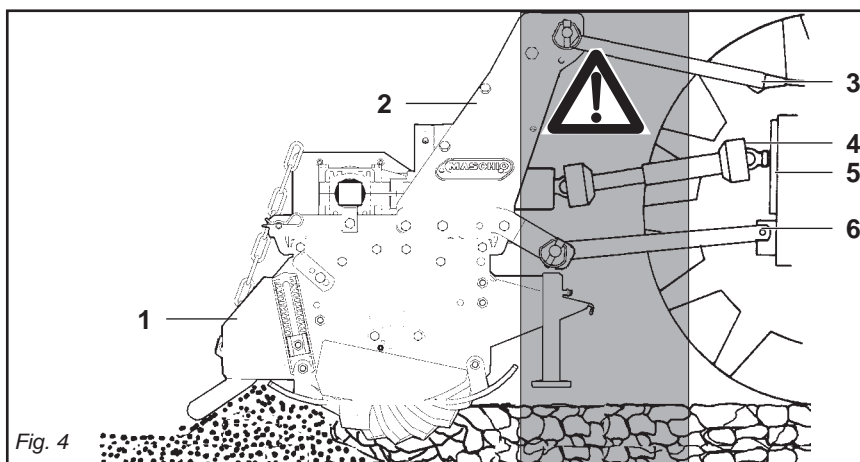

Fig. 4
- 25) *It is absolutely forbidden to stand between the tractor and the machine (Fig. 4) when the engine is running and the cardan shaft is engaged without having first engaged the hand brake.*
- 25) Il est absolument interdit de se mettre entre le tracteur et l'appareil (Fig. 4) quand le moteur est en marche et le cardan enclenché, sans avoir tiré le frein de stationnement.
- 25) Es ist absolut verboten, bei laufendem Motor und eingeschalteter Gelenkwelle zwischen den Schlepper und das Gerät zu treten (Abb.4). Dazu muß die Feststellbremse gezogen werden. Achten Sie bei der Arbeit mit der Maschine auf den nötigen Sicherheitsabstand aufgrund der Auswurfgefahr stumpfer Gegenstände.
- 25) Está terminantemente prohibido colocarse entre el tractor y el equipo (Fig.4) con motor encendido y cardán inserido, o sin haber accionado el freno de estacionamiento. Manténgase a una distancia de seguridad de la máquina durante el trabajo, porque puede proyectar objetos.
- 29) È assolutamente vietato interporre fra il trattore e l'attacco della macchina per manovrare il comando dall'esterno per il sollevamento (Fig. 4).
- 29) It is absolutely forbidden to stand between the tractor and the implement when manoeuvring the lift control from the outside (Fig. 4).
- 29) Il est absolument interdit de se mettre entre le tracteur et l'attelage pour manoeuvrer la commande de relevage de l'extérieur (Fig. 4).
- 29) Es ist absolut verboten, zwischen den Schlepper und den Anschluß zu treten, um die Aushebung von außen zu betätigen (Abb. 4).
- 29) Está absolutamente prohibido colocarse entre el tractor y el enganche para maniobrar el mando desde el externo en la fase de elevación (Fig. 4).